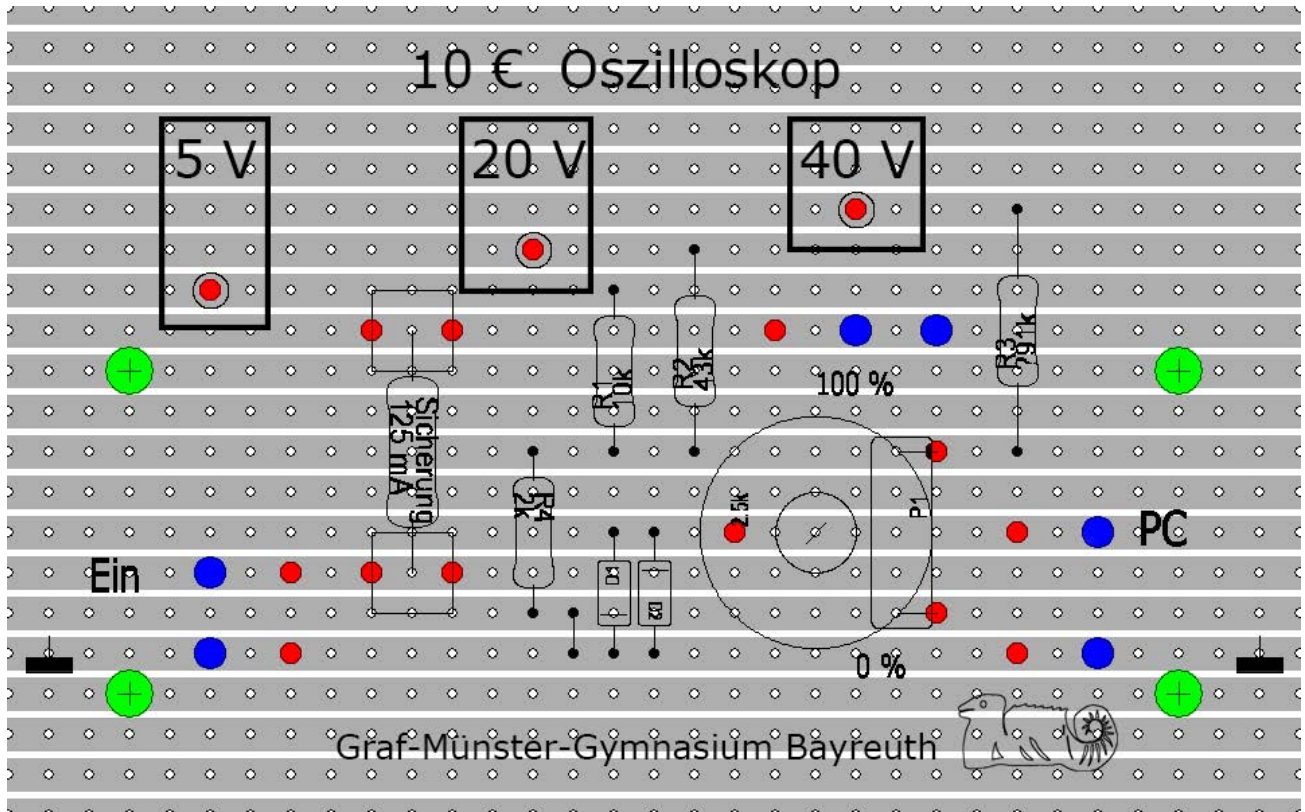

Bild 5: Vergrößert dargestellte Platine
1. Kennzeichne im Bild 5 die 3,0 mm Bohrungen grün, die 2,0 mm Bohrungen blau und die 1,3 mm Bohrungen rot.
2. Zeichne in das Bild 5 ein Koordinatensystem mit dem Ursprung im ersten voll sichtbaren Loch links unten. Ein Lochabstand ist eine Einheit.